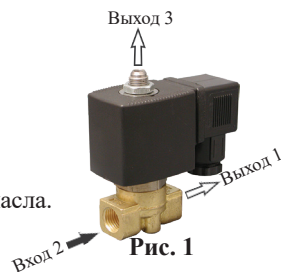
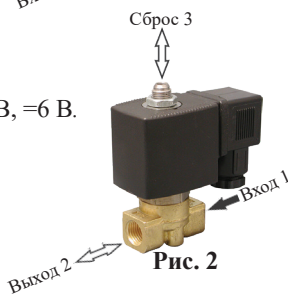
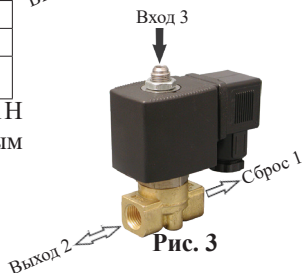

Рис. 1
Рис. 2
Рис. 3
Трехходовые соленоидные клапаны устанавливаются на соединении входов нескольких трубопроводов (входы 1, 2 и 3) и позволяют пропускать поток рабочей среды в разных направлениях. Трехходовой клапан AR-YCG31 3/2-U3 имеет универсальную конструкцию и в зависимости от схемы подключения портов может работать как переключающий (рис. 1), нормально закрытый (рис. 2) или нормально открытый (рис. 3). В большинстве случаев подходит для эксплуатации в системах водоснабжения, теплоснабжения, вентиляции и пневмоуправления.
**Вход 2 (переключающий клапан) (рис. 1):**
**Вход 1 (НЗ клапан) (рис. 2):**
**Вход 3 (НО клапан) (рис. 3):**